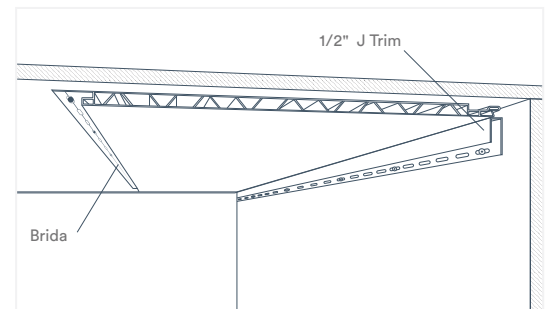

Fig. 9
4. Después de instalar la primera fila de paneles, instale inmediatamente la moldura en forma de J para la parte superior de la pared de abajo, presionando la moldura firmemente contra la cara del panel o paneles del techo con el canal orientado en dirección opuesta a los paneles y fíjela a la pared. Esto sostendrá el lado del panel del techo que no se fijó. Asegúrese de que la longitud de la moldura esté cortada 1/2" más corta en una esquina (Fig. 9).